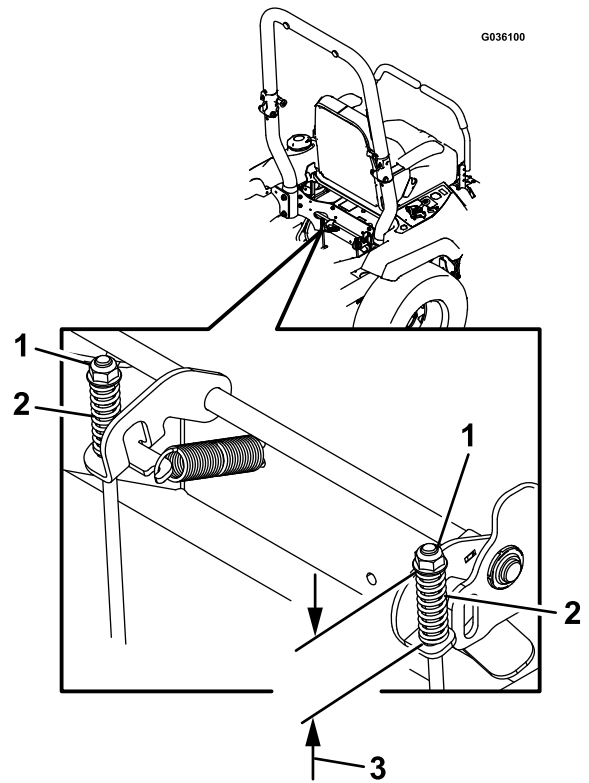

図 61
8. 図 61に示すスプリングの長さを両方とも点検する。長さの調整が必要な場合には、上部のナットを使う。右回しで短くなり、左回しで長くなる。